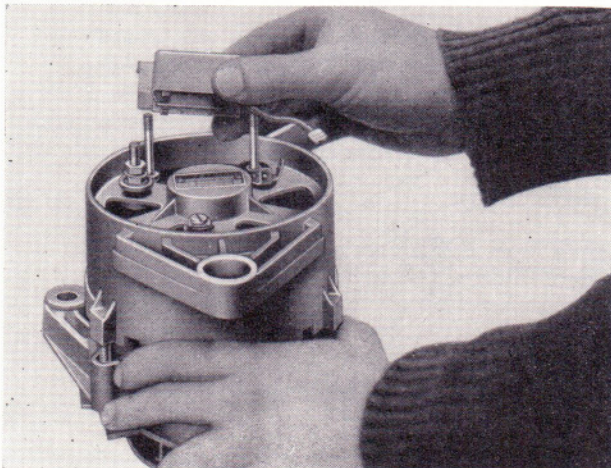

Bild 178
- Befestigungsmuttern des Reglers lösen und den Regler nach leichtem Ankippen abziehen (Bild 178).